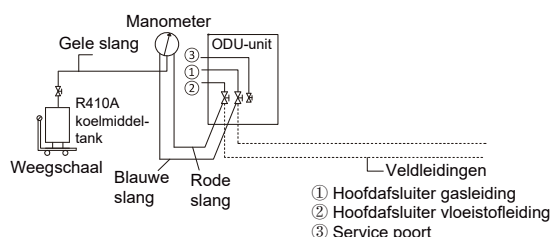

Fig 5.33
8. Spoel de andere openingen op dezelfde manier door, in volgorde van binnenunit A naar de buitenunits toe. Zie afb. 5.33